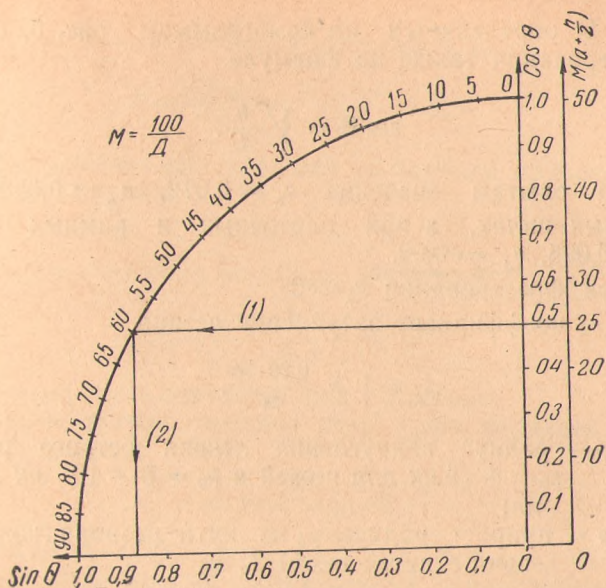
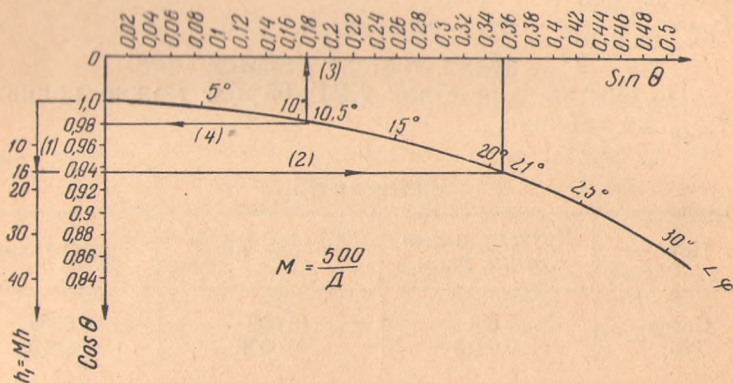

Рис. 5.
Рис. 6.
$\angle \theta$  определяется по номограммам рис. 5, 6; при фрезеровании также по формуле
<p>1) По формуле (11) <math>\sin \theta = \sqrt{\frac{4}{125}} = 0,18</math> <math>\angle \theta = 10,5^\circ</math>;  <math>\cos \theta = 0,98</math> или по номограмме рис. 6 <math>M = \frac{500}{125} = 4</math> мм; <math>h_1 = 4 \cdot 4 = 16</math> мм, чему соответствует по номограмме угол контакта <math>\varphi = 21^\circ</math> и <math>\angle \theta = \frac{\varphi}{2} = 10,5^\circ</math>;</p>	<p>По номограмме рис. 5 <math>M = \frac{100}{500}</math>, по (1) — <math>\frac{1}{5} \left( a + \frac{h}{2} \right) = \frac{1}{5} \left( 100 + \frac{50}{2} \right) = 25</math> мм, чему соответствует <math>\angle \theta = 60^\circ</math>; <math>\sin \theta = 0,87</math>; <math>\cos \theta = 0,5</math>;</p>